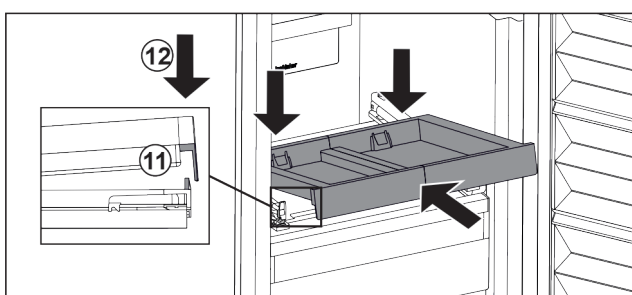

Fig. 104
- ▶ Šikmo zasuňte. Dbejte, aby byl na obou stranách doraz za západkou. Fig. 104 (11)
- ▶ Usadte vpředu vysouvací přihrádku. Fig. 104 (12)